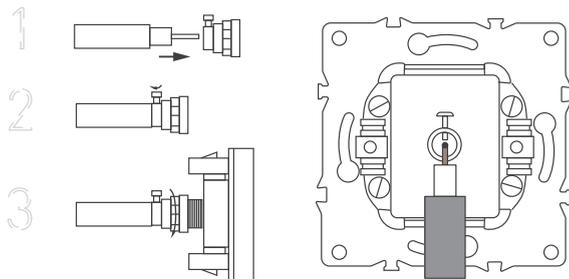

Рис. 2. Схема подключения
- 3.6. Вставьте центральную жилу коаксиального кабеля в жажимой контакт розетки (Рис. 2). Надежно зафиксируйте экран кабеля (оплетку и фольгу) в специальном зажиме или под прижимным винтом. Убедитесь, что экран и центральная жила не соприкасаются, чтобы избежать замыкания.